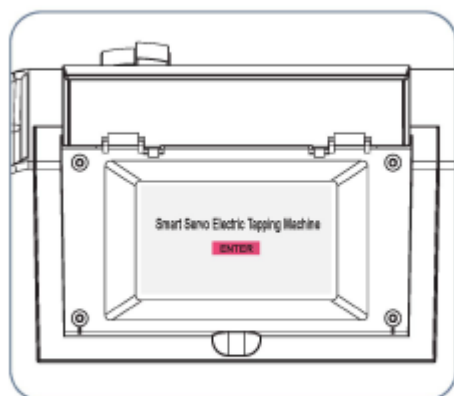

Рис. 9
- 2) Как на рис. 9, запуск активируется нажатием «Enter»